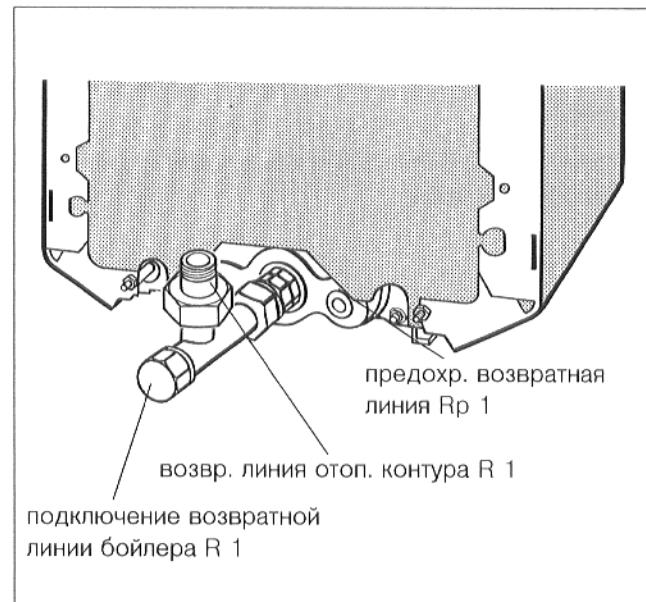
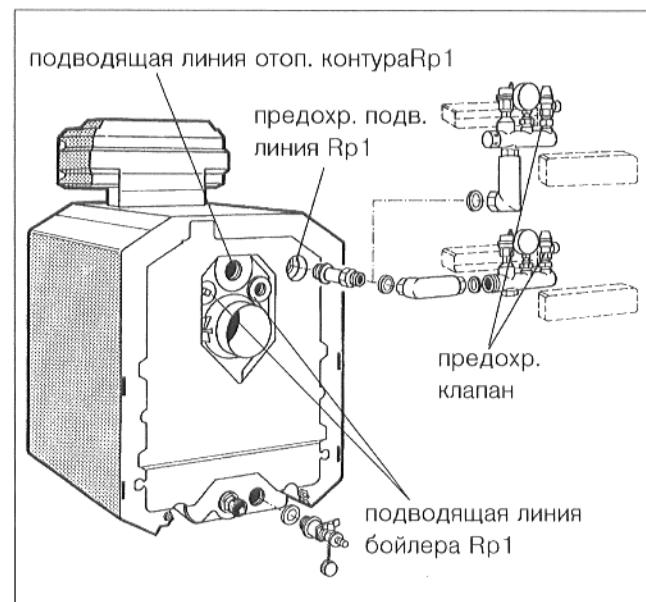

Рис. 12
Рис. 13
### 7.1 Возвратная линия (рис. 12)
Подводящая линия (VK) подключается в середине, над дымосборником (см. также рис. 13, рис. 44 и рис. 45).
### 7.3 Предохранительная возвратная линия и подводящая линия (рис. 12 и рис. 13)
Предохранительный комплект, состоящий из предохранительного клапана, манометра и деаэратора, можно заказать отдельно в филиалах фирмы Buderus (рис. 13).
### 7.4 Подключение возвратной линии и подводящей линии бойлера (рис. 12 и рис. 13)